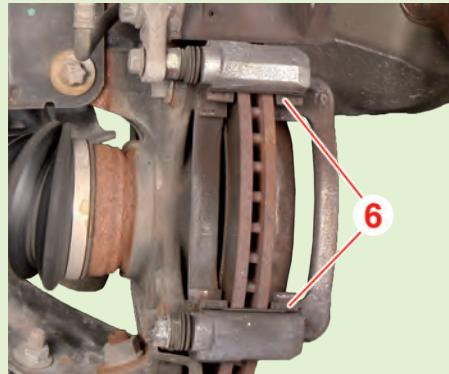

Fig.5
- Déposer les agrafes (6) en repérant leur sens de montage (Fig.5).